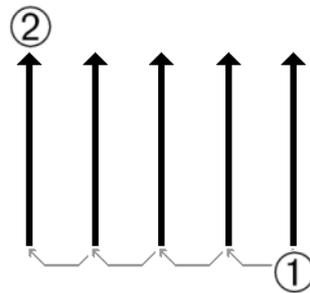

Abbildung 48: Festgelegte Laufrichtung
In der Abbildung 48 sind die Varianten nochmals schematisch dargestellt. Die Suche beginnt jeweils im Startpunkt ① und endet im Punkt ②.